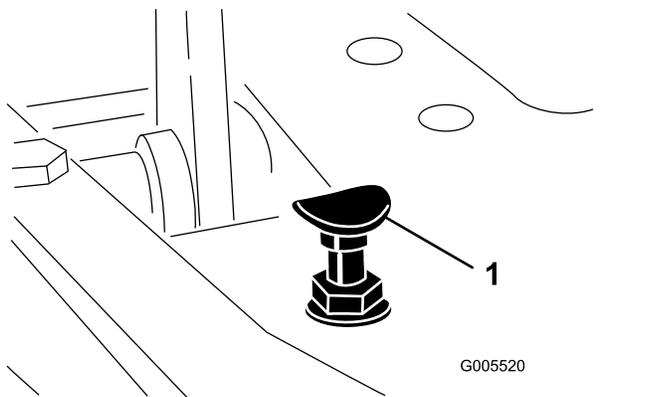

Figura 44
Para obtener la velocidad de transporte máxima, ponga la palanca de control funcional en la posición de TRANSPORTE y presione el pedal de tracción. Si el pedal hace contacto con el tope (Figura 44) antes de que sienta tensión en el cable, complete el siguiente procedimiento de ajuste:
1. Ponga la palanca de control funcional en la posición de TRANSPORTE y afloje la contratuerca que sujeta el tope del pedal a la chapa de suelo (Figura 44).